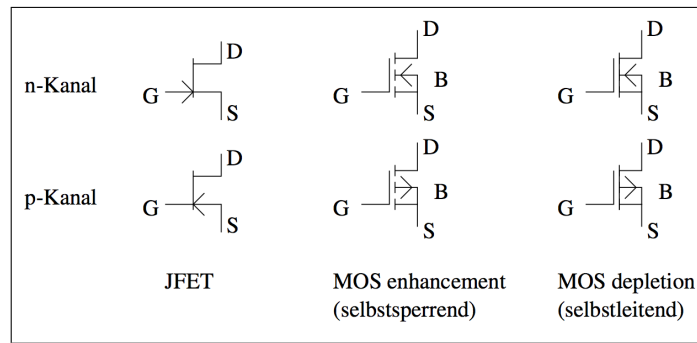

Abbildung 4.22: MOSFETs
- MOSFETs gibt es **selbstleitend** (depletion) und **selbstsperrend** (enhancement), je nach dem ob bei Gatespannung null der Kanal leitet oder nicht (Vgl. Abb. 4.22). Sie sind meistens selbstsperrend. JFETs sind meistens selbstleitend.